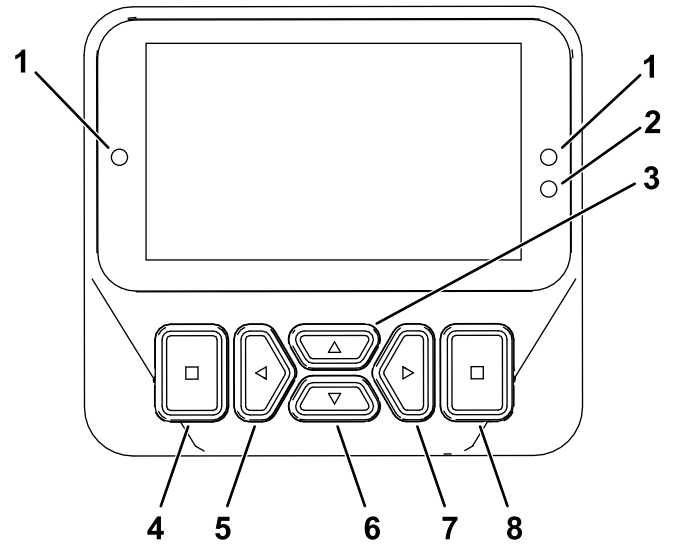

**Figura 17**
2. Tire del cierre hacia adelante y levante el asiento para desbloquear el asiento (Figura 17).